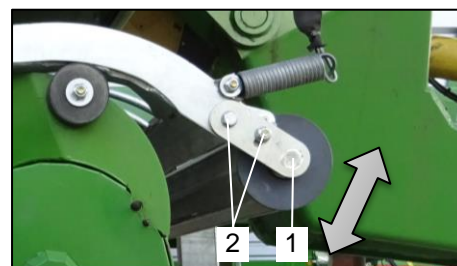

Bild 26: Neigungswinkel
Der Neigungswinkel der Schwadrolle (Bild 26 / Pos.1) kann angepasst werden. Hierbei muss wie folgt vorgegangen werden:
- Die Muttern (Bild 26 / Pos.2) auf beiden Seiten lösen.
- Die Schwadrolle (Bild 26 / Pos.1) im Langloch verstellen.
- Die Muttern (Bild 26 / Pos.2) auf beiden Seiten festziehen.